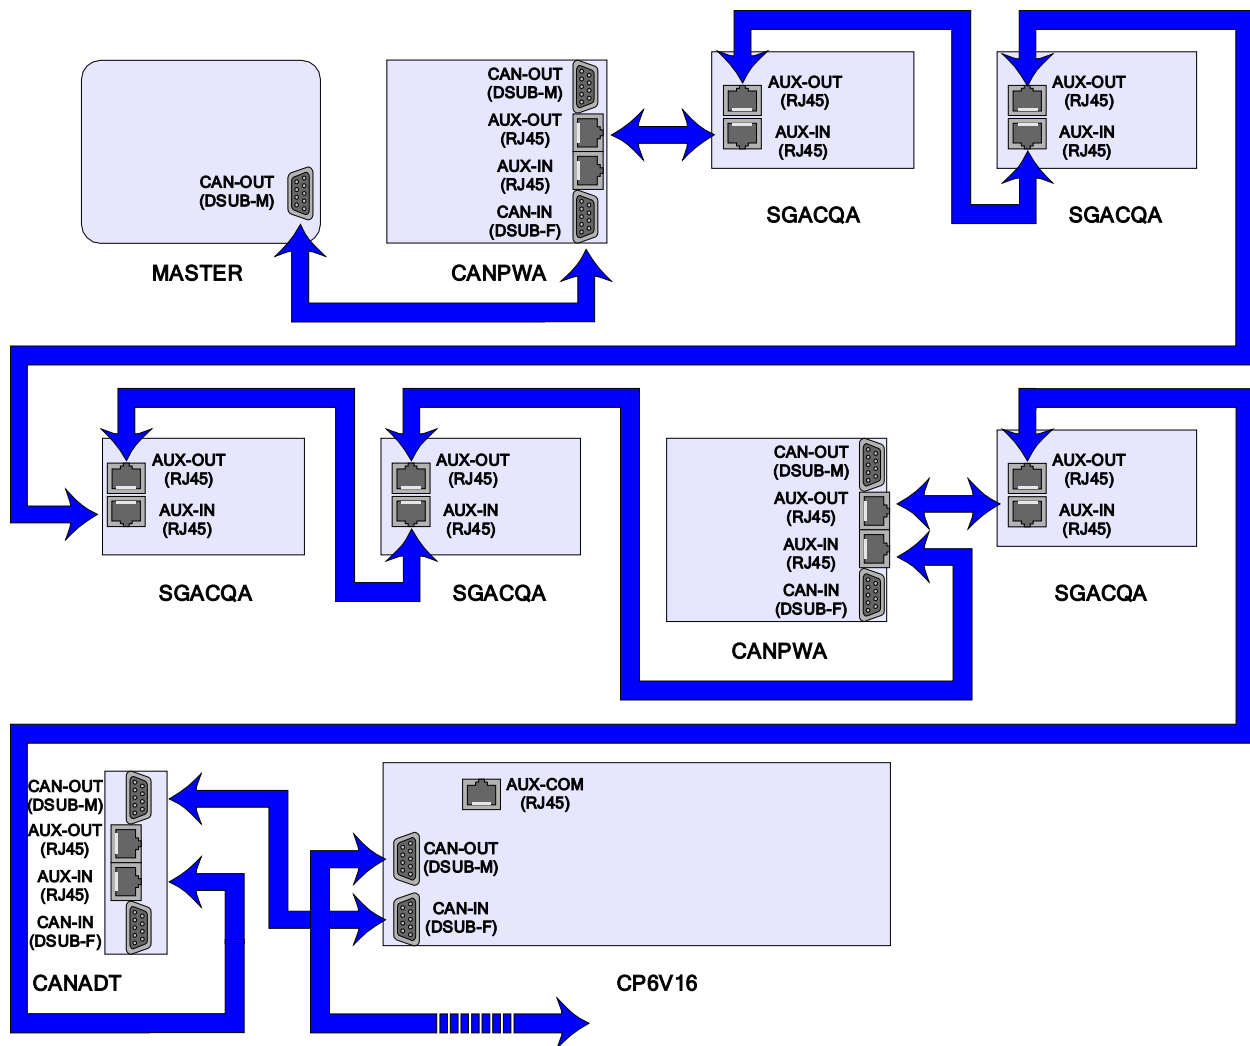
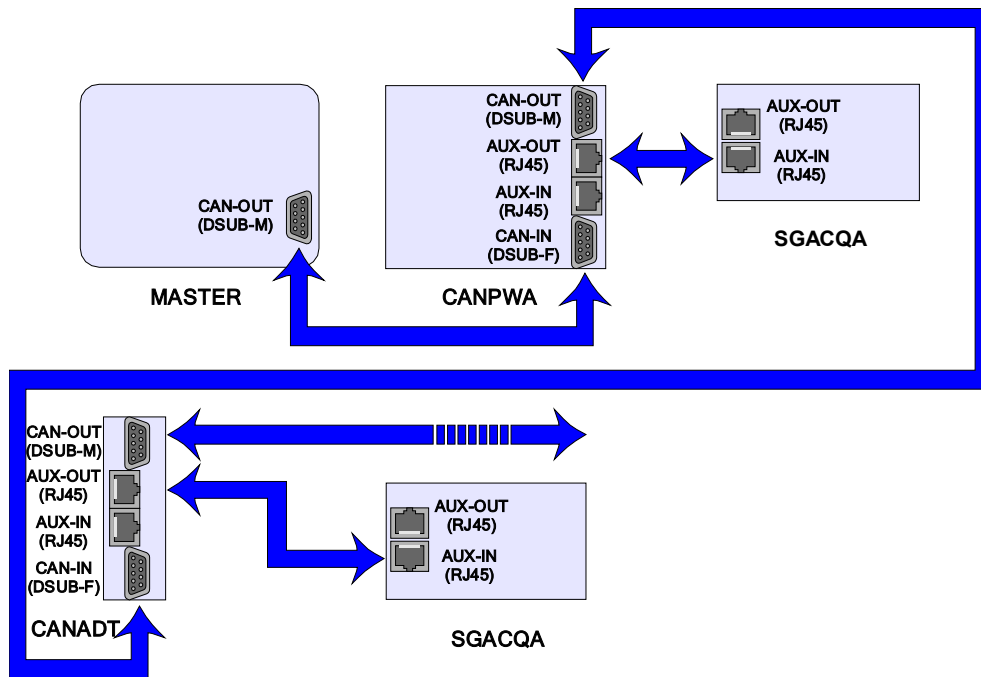

Fig. D.2 Pesatura industriale
Fig. D.3 Pesatura industriale con derivazioni
- **pesatrice industriale generica**, in cui da un generico Master, e con l'ausilio dell'alimentatore CANPWA (descritto nell'appendice successiva), ed eventualmente di una schedina adattatrice, posso alimentare un numero di SGACQA superiore a due (Fig. D.2)
- **multiteste con PP**, in cui è prevista una configurazione simile a quella della bilancia lineare ma con una nuova periferica che alimenta una schedina di acquisizione (Fig. D.3).
Le figure D.2 e D.3 mostrano tutti i possibili modi di collegamento di un Master, schede SGACQA e alimentatore CANPWA.
Nella figura D.2 è mostrata l'applicazione in cui si connettono le schede SGACQA senza bisogno di derivazioni. Esse vengono alimentate dall'alimentatore CANPWA finché il loro numero e le distanze in gioco lo permettono (vedi sotto). Appena la tensione di alimentazione non è sufficiente per alimentare una SGACQA si può inserire un nuovo alimentatore e ripartire con altre schede di acquisizione. Inoltre tramite la scheda CANADT (appendice C) posso collegare anche una CP6V16. Nella figura D.3 invece è rappresentata l'applicazione in cui sono necessarie derivazioni per accedere ai moduli SGACQA. Si fa uso della schedina adattatrice CANADT (appendice C). Come si vede gli stub devono avere **una lunghezza inferiore a 0.3m** pena il non funzionamento della rete stessa.